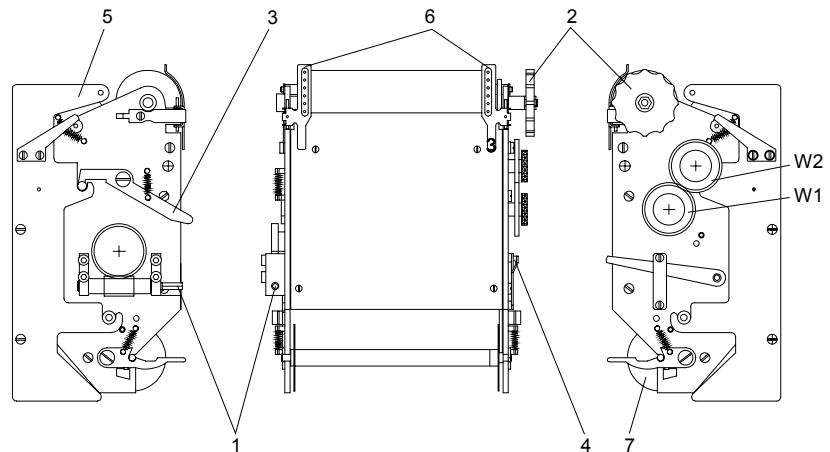

Bild 11
5.2 Papiertransportwerk nach Bild 11 (mit der Kennzeichnung N - 8d und N - 32d oder Schnellläufer NH - 120 mm/h und NVH - 1200 mm/h)
Die Papiertransportwerke sind mit beiliegendem Aufzugsschlüssel am Außenvierkant 1 an der linken Seite des Schreibwerkes durch Rechtsdrehung bis zur deutlich fühlbaren Sperre aufzuziehen. Das Papierband läuft nach Betätigung des rechts befindlichen Hebels in Richtung auf die grüne Kennzeichnung an (siehe auch Bild 11, Pos. 4).
7.3.2 Änderung der Diagrammvorschubgeschwindigkeit bei Schreibwerken nach Punkt 5.2 und nach Bild 11
Wechselradtabellen (siehe auch Bild 11)